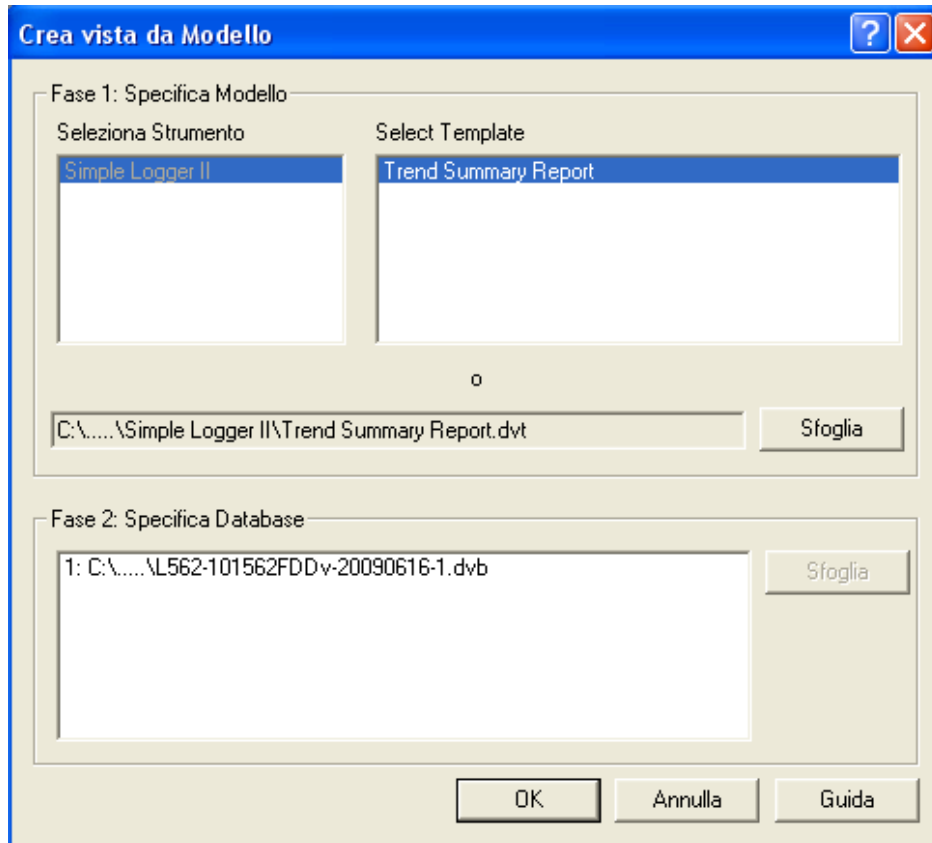

Figura 2-9
- 5) rispondendo "SI", la finestra principale di DataView® sarà ricondotta nel Background, facendo posto allora ad una nuova finestra d'aiuto per impostare nuovi tracciati mediante modelli preimpostati (osservare la figura 2-9 più avanti);